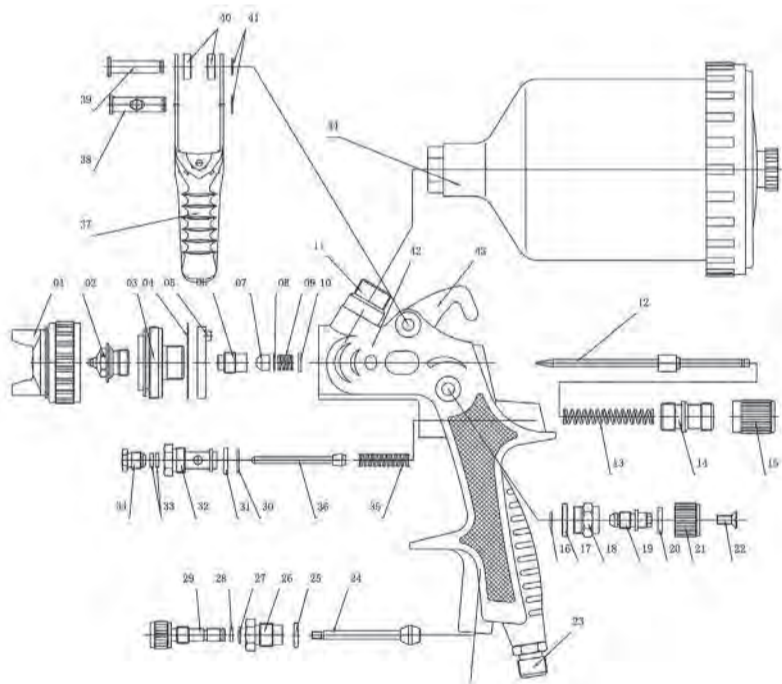

Рис. 1
СХЕМА КРАСКОПУЛЬТА (Рис. 1)
- Для регулировки ширины и формы факела, поверните соответствующий регулятор (№21, Рис.1). При необходимости форму факела можно изменить с овальной на круглую.
- Для регулировки соотношения подачи воздуха и материала, поверните регулятор подачи воздуха (№29, Рис.1) и/или регулятор подачи материала (№15, Рис.1) до нужного положения. Во время работы ни в коем случае не выкручивайте регуляторы полностью.